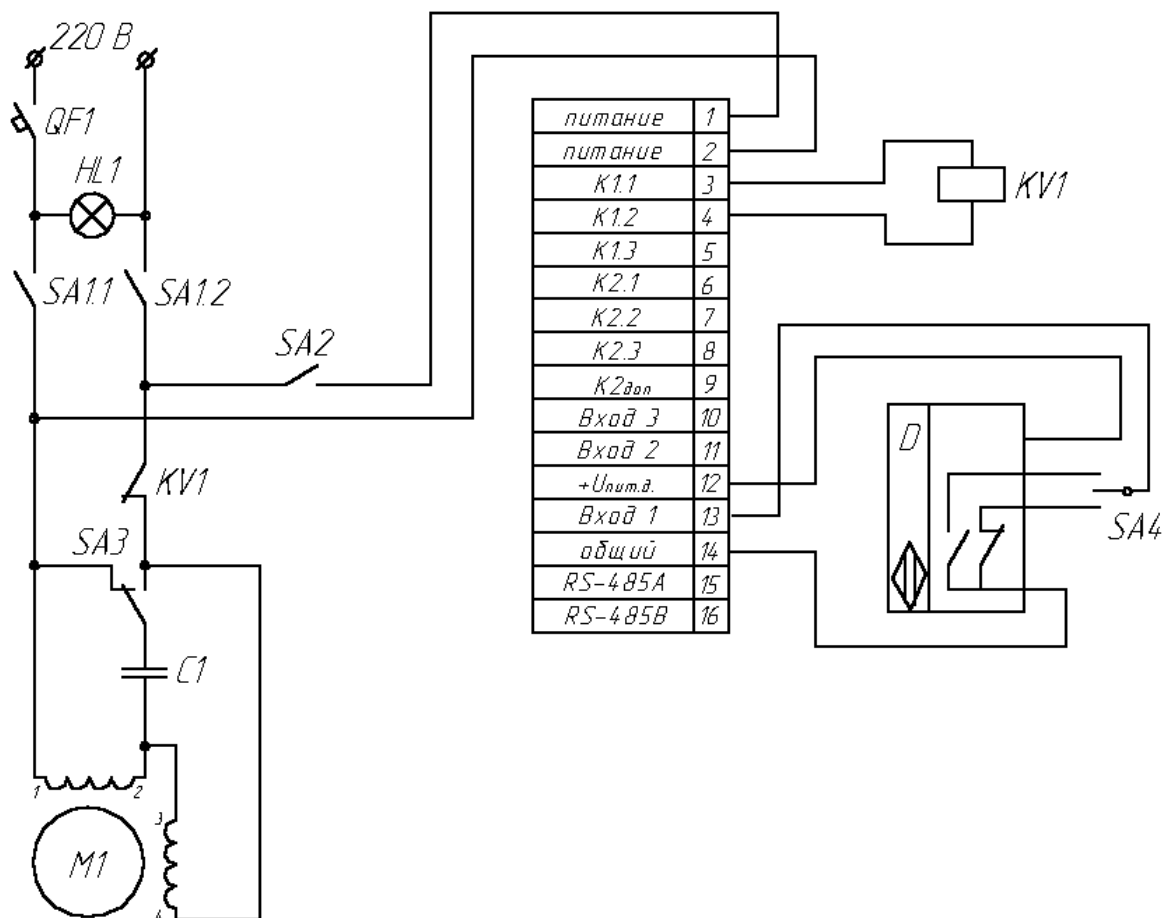

Рис. 1. Электрическая схема стенда
2. Собрать электрическую схему, как показано на рис. 1.
1. Собрать электрическую схему автоматического учета продукции, как показано на рис. 1.